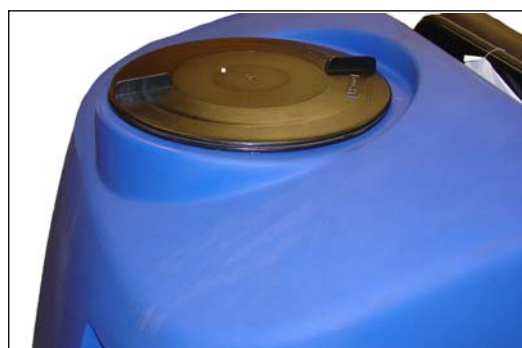

Figure 31
4. Assurez-vous que le bouchon du réservoir de récupération est en place et qu'il a été resserré (voir figure 31).